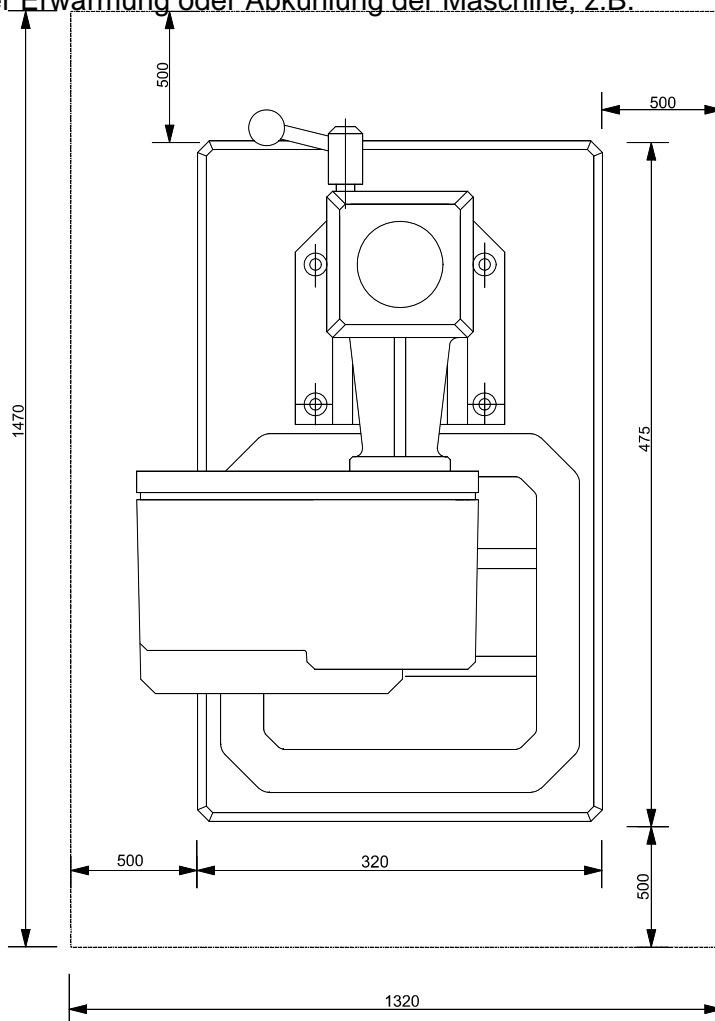

Bild 3-1 Aufstellplan,
1. Gesamtflächenbedarf: (Bild 3-1)
2. Arbeitsplatte am vorbereiteten Ort so aufstellen, dass die im Bild 3-1 angegebenen Maße eingehalten werden.